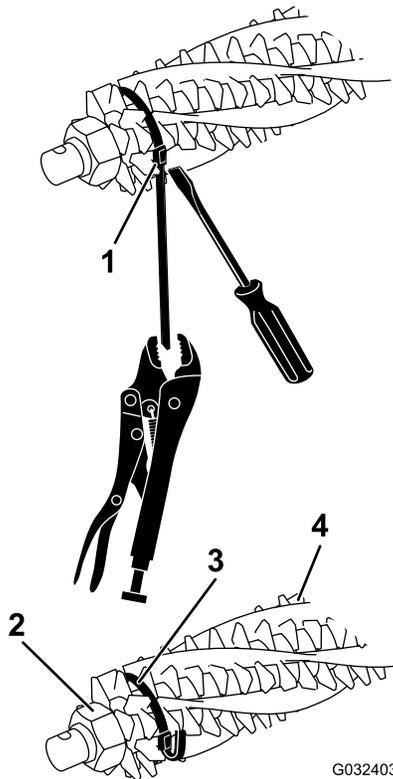
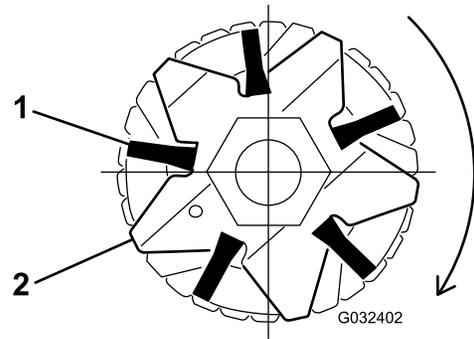

Figura 17
Figura 19
2. Afloje las tuercas de retención de cuchillas del groomer en ambos extremos del eje del groomer (Figura 17).
4. Asegúrese de que los cepillos se asientan en las ranuras de las cuchillas del groomer (Figura 17 y Figura 19).
5. Pase las cintas alrededor del eje del molinete y los cepillos, según se muestra en Figura 17, colocándolas en las hendiduras de los cepillos Figura 19.
Nota: Si los cepillos del Broomer no se asientan debidamente en las ranuras de las cuchillas, afloje las tuercas de retención de las cuchillas del groomer en cada extremo del eje del groomer, posicione los cepillos del broomer debidamente en las ranuras de las cuchillas y apriete las tuercas de retención de las cuchillas del groomer (Figura 17).
7. Empujando un destornillador contra la hebilla de la cinta, agarre cada cinta con alicates de mordaza y tense las cintas hasta que se bloqueen en las ranuras de los cepillos (Figura 17).